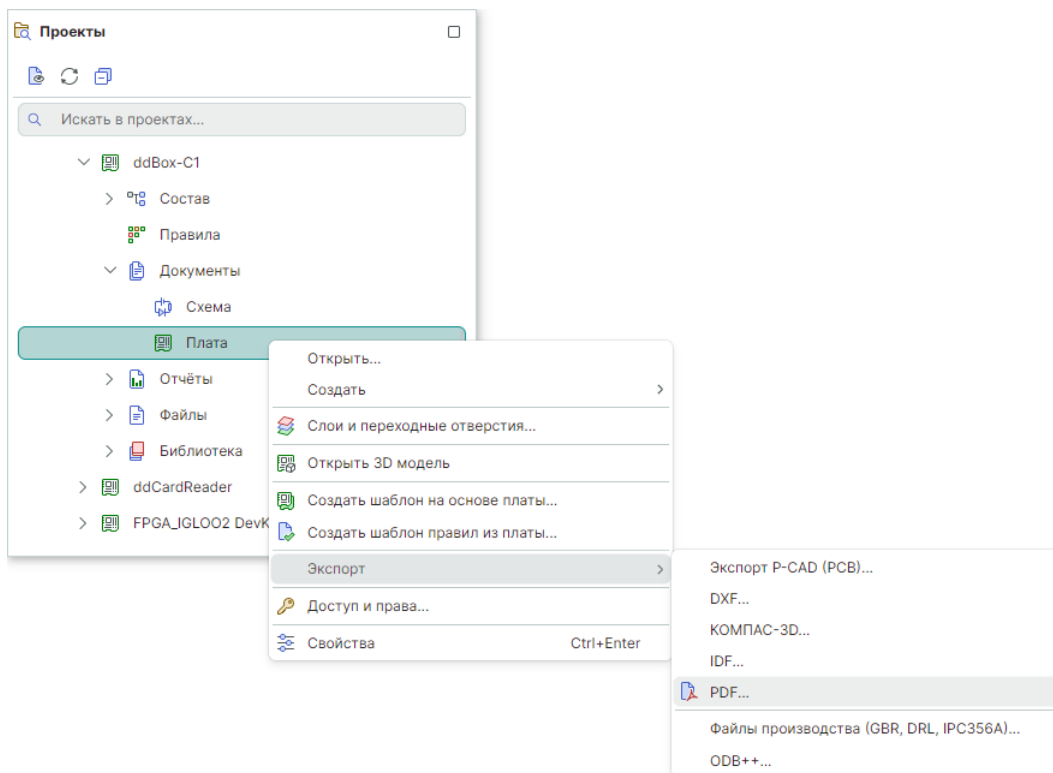

Рис. 83 Вызов экспорта платы проекта
1. Вызовите контекстное меню с платы проекта, плату которого необходимо выгрузить в PDF формате, выберите «Экспорт в PDF...», Рис. 83.